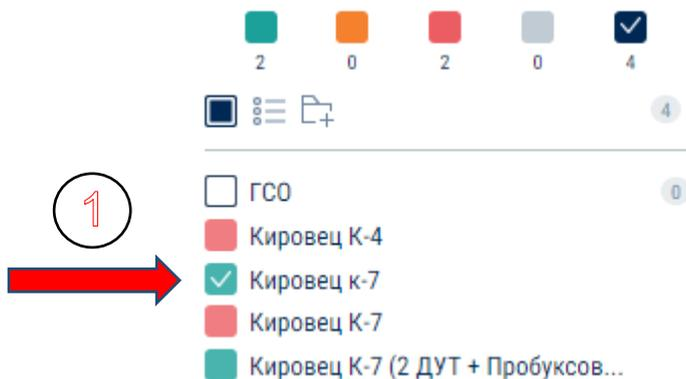

Рис.4
1. В левой части рабочего окна отметить галочкой нужное нам ТС (кликните левой кнопкой мыши по разноцветному квадратику слева от названия ТС), (Рис.4, стрелка 1)